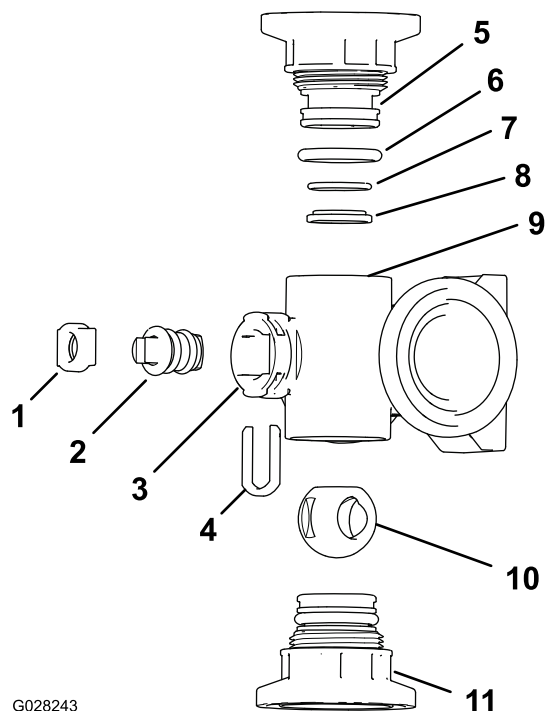

Bild 123
2. Nehmen Sie die zwei Endkappen-Anschlussstücke von jedem Ende des Verteilergehäuses ab (**Bild 123** und **Bild 124**).
4. Nehmen Sie den Schafthalter aus den Schlitzen im Schaftanschluss im Verteiler heraus (Bild 123 und Bild 124).
5. Nehmen Sie den Schafthalter und den Ventilschaftsocket aus dem Verteiler heraus (Bild 123 und Bild 124).
6. Fassen Sie in das Verteilergehäuse und nehmen Sie den Ventilschaft heraus (Bild 123 und Bild 124).
1. Überprüfen Sie den Zustand der O-Ringe des Auslaufanschlusstücks (nur Abschnittventilverteiler), der Endkappen-O-Ringe, der hinteren O-Ringe und den Kugelsocket auf Beschädigungen oder Abnutzung (Bild 123 und Bild 124).
2. Tragen Sie Silikonfett auf den Ventilschaft auf und setzen ihn in den Ventilschaftsocket (Bild 123 und Bild 124) ein.
3. Setzen Sie den Ventilschaft und den Socket in den Verteiler und befestigen Sie den Schaft und den Socket mit dem Schafthalter (Bild 123 und Bild 124).
4. Stellen Sie sicher, dass die hinteren O-Ringe und der Kugelsocket ausgefluchtet sind und im Endkappen-Anschlusstück sitzen (Bild 123 und Bild 124).
5. Bringen Sie das Endkappen-Anschlusstück am Verteilergehäuse an, bis der Flansch des Endkappen-Anschlusstücks das Verteilergehäuse berührt, drehen Sie dann das Endkappen-Anschlusstück um eine weitere Achtel- bis Viertelumdrehung (Bild 123 und Bild 124).